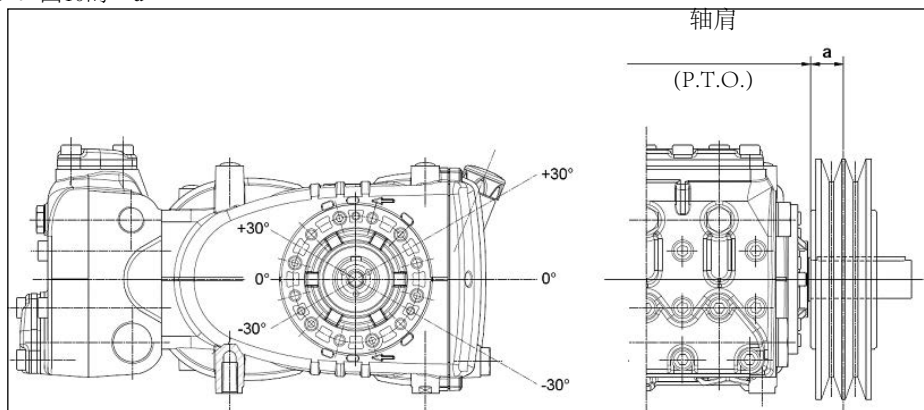

图10
时，传动才被视为适当，见图10。
- b) 使用高效能皮带 - 例如XPB而不是SPB - 同样的功率传递, 使用的皮带数量会相对少, 继而相对轴肩(P.T.O.)的距离也会减少。图10的“a”